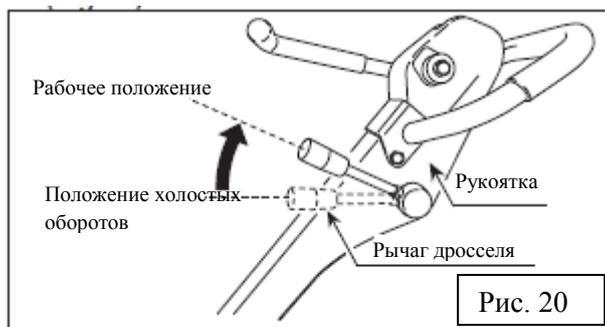

Рис. 20
1. Во избежание проскальзывания муфты сцепления не допускайте медленного открывания дроссельной заслонки (рис. 20).